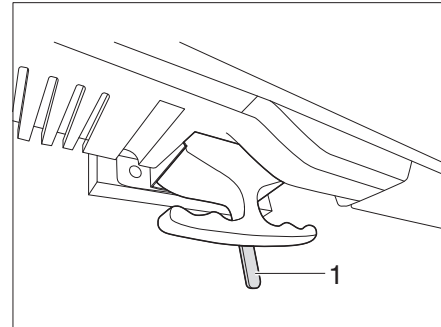

Fig. 137 Pantalla plana desbloqueo
- Mover la palanca (Fig. 137,1) a la izquierda. El bloqueo está suelto.
- Mover la palanca (Fig. 137,1) hasta el centro. La pantalla plana está bloqueada.